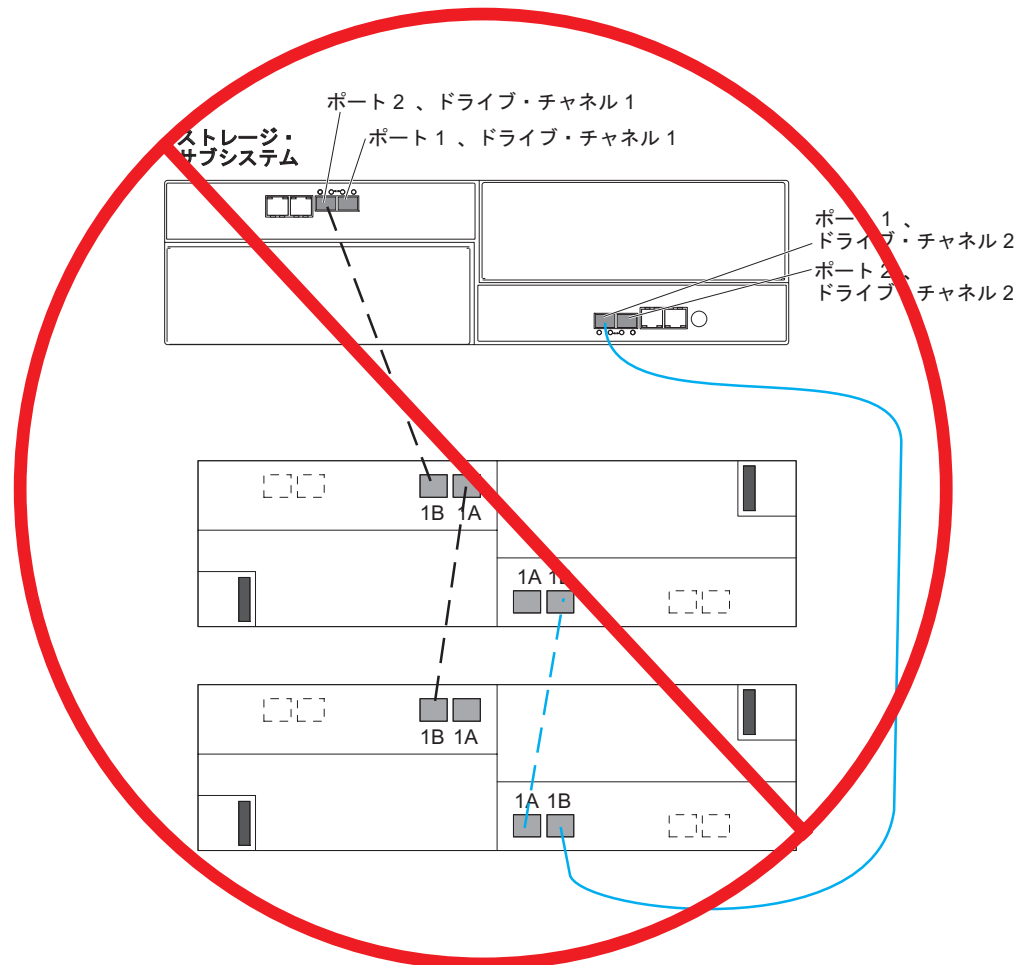

図 38. 1 つの DS3950 と 2 つのストレージ拡張エンクロージャーの誤ったケーブル接続
1 つの DS3950 ストレージ・サブシステムと 2 つのストレージ拡張エンクロージャーをケーブル接続する場合、図 37 に示すようにコントローラー・ドライブ・ポートあたり 1 つのストレージ拡張エンクロージャーを接続します。69 ページの図 38 は、単一のコントローラー・ドライブ・ポートの後ろで 2 つの拡張エンクロージャーを一緒に接続できることを示しています。この方法は技術的には正確ですが、図 37 に示すトポロジーを使用してください。
**重要:** 図 38 に示しているように、DS3950 ストレージ・サブシステムと 2 つのストレージ拡張エンクロージャーをケーブル接続しないでください。ストレージ・トポロジーが正しくないストレージ・アレイでは、正常に機能しているように見えていても、誤ったケーブル接続には潜在的に予測不能な結果をもたらす可能性があります。